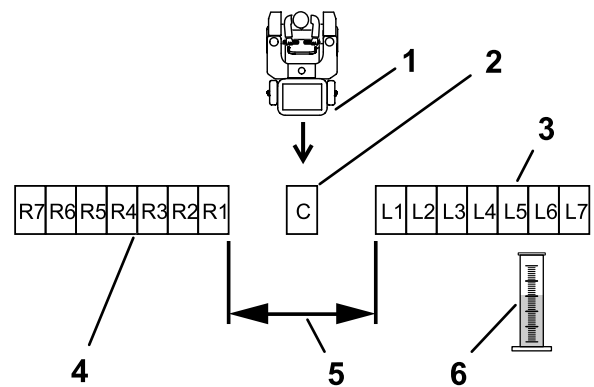

Figure 24
3. Placez les autres bacs en ligne droite, comme montré à la Figure 23 ou la Figure 24.
Disposez six autres bacs côte-à-côte de chaque côté (Figure 24).
8. Étiquetez chaque éprouvette de dosage en fonction du bac correspondant (par exemple L2, L1, Central, R1, R2) (voir Figure 23 et Figure 24).